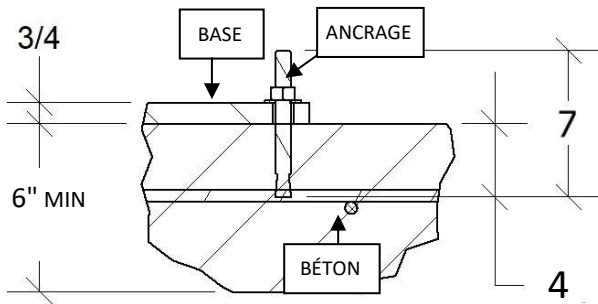

FIGURE 7 : BASE DE BÉTON
- 1. SPÉCIFICATIONS DE PLANCHER :** VÉRIFIER ET RENCONTRER LES SPÉCIFICATIONS DE PLANCHER AVANT DE PROCÉDER À L'INSTALLATION. VOIR **FIGURE 7**.